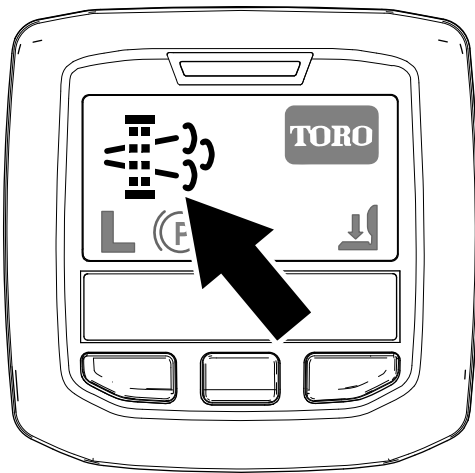

Figura 40
- El icono de regeneración con la máquina aparcada aparece en el InfoCenter (Figura 40).